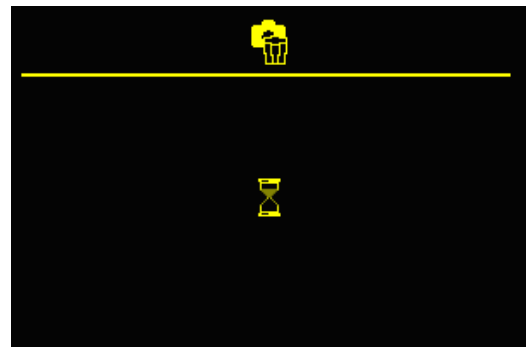

Abb. 19: Bild löschen
- ▶ Drücken Sie die Navigationstaste *AB* für 4 s, um ein Bild zu löschen. Ein Quittungston ertönt. Das Bild wird gelöscht (Abb. 19). Das davor gespeicherte Bild wird angezeigt.